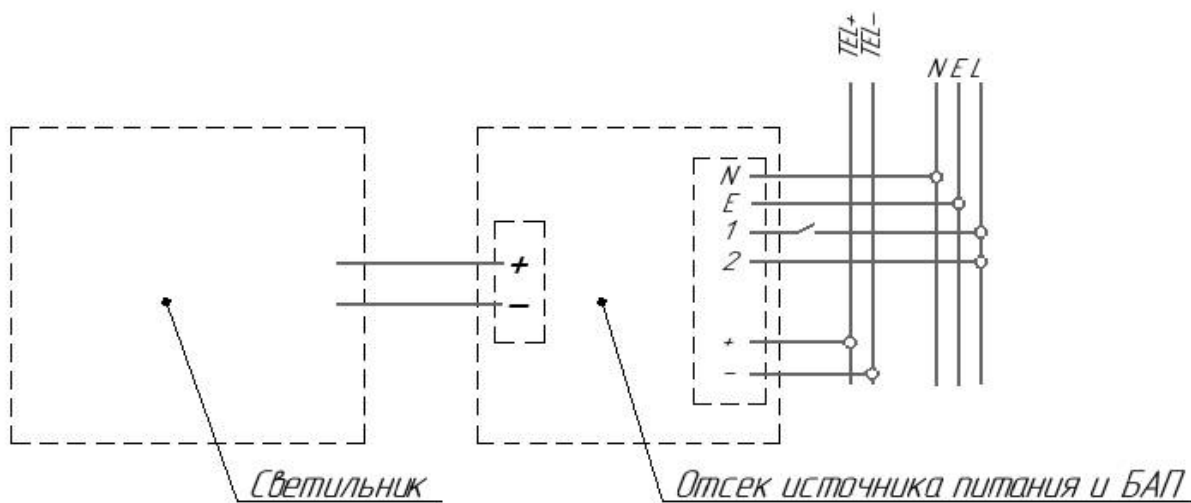

Рисунок 8 - Схема подключения светильника с БАП
5.3.5. Пропустите сетевой провод и провод TELECONTROL через отверстия в скобе с драйвером в соответствии с рисунком 6 и подключите провода к клеммной колодке в соответствии с указанной полярностью (см. рисунок 8).